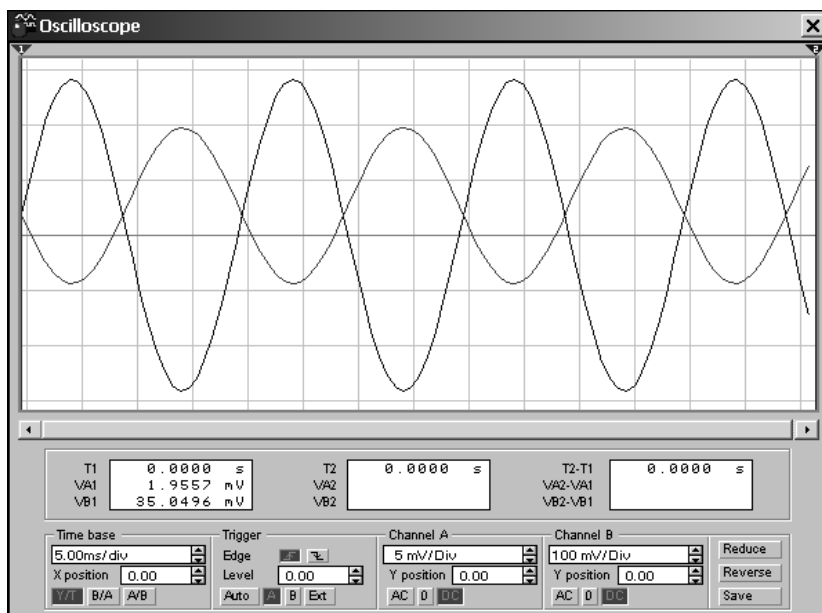

Рис. 8. Осциллограммы напряжений на входе и выходе усилителя
Построить на экране осциллографа диаграммы входного и выходного напряжений, подобрав подходящие масштабы по осям координат. На рис. 8 показаны осциллограммы сигналов в режиме открытого входа (DC) осциллографа по обоим каналам. Для получения качественного изображения диаграмм в меню *Analysis / Analysis Options... / Instruments* отключить “**Generate time steps automatically**” и установить в графе “**Minimum number of time points**” количество точек 1 000.